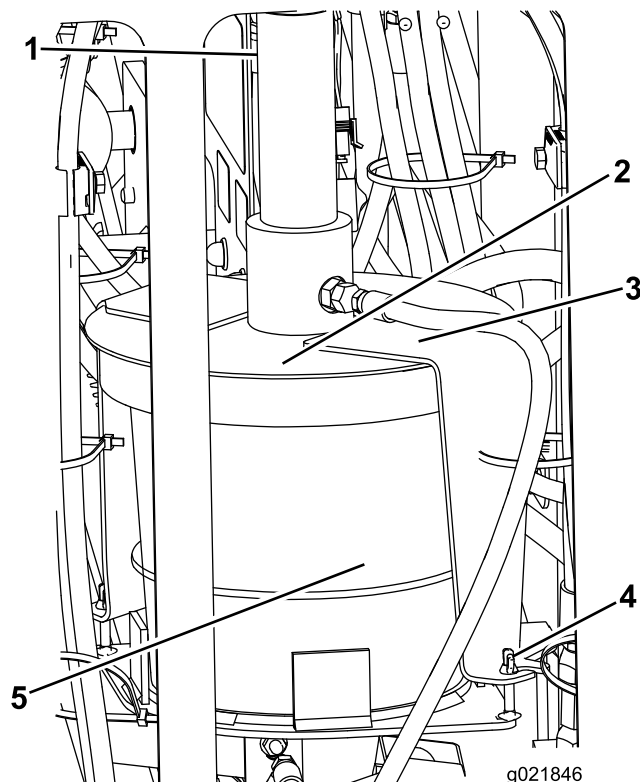

Bild 93
3. Lösen Sie die Flügelmuttern, mit denen die Abdeckungsriemen an der Maschine befestigt sind (Bild 93).
4. Drehen Sie die Abdeckung und ziehen Sie die Abdeckungsriemen von den Haltestiften (Bild 93).
5. Heben Sie Abdeckung vom leeren Behälter ab (Bild 93).
7. Setzen Sie den Kolben in den neuen Behälter und setzen Sie den Deckel auf (Bild 93).
8. Führen Sie die Riemen über die Haltestifte und drehen Sie die Abdeckung, so dass die Riemen auf den Stiften sitzen (Bild 93).